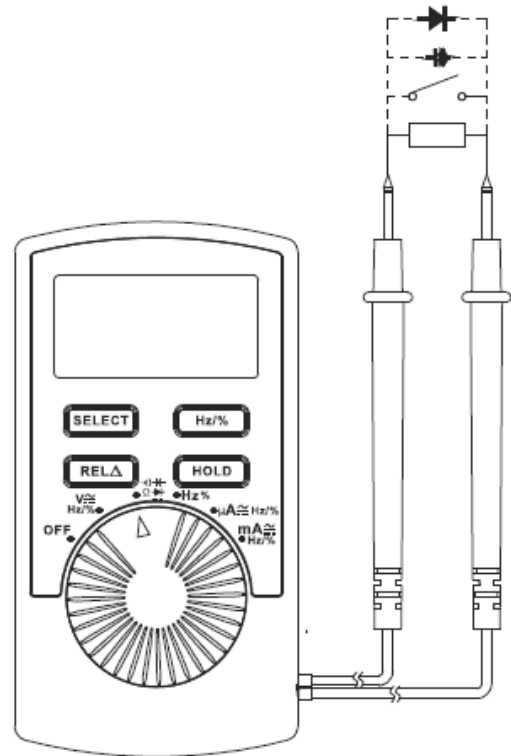

Рисунок 5
5.5. Проверка диодов и прозвонка электрических цепей (см. рисунок 5)